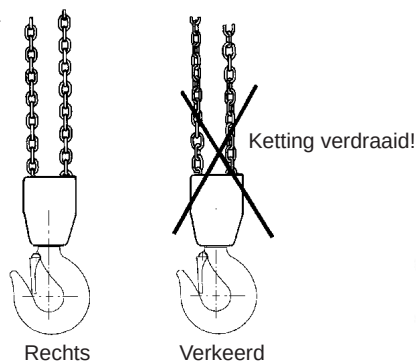

Fig 5
- De ketting mag niet knikken of verstrengeld raken. Bij rateltakels met twee parten (6 t) bestaat het risico dat de ketting gaat verstrengelen als de onderste haak verstrikt raakt met de kettingstrop. Dat kan zich doorgaans voordoen tijdens het opnieuw optuigen of wanneer de takel wordt verplaatst tussen werkstations. Zie Fig. 5.